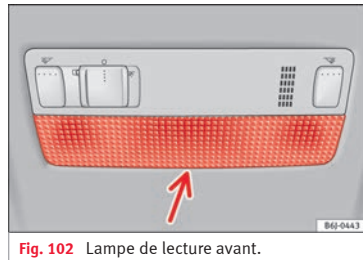

Fig. 102 Lampe de lecture avant.
- Introduisez la partie plate d'un tournevis fin entre la carcasse et le verre » fig. 102.